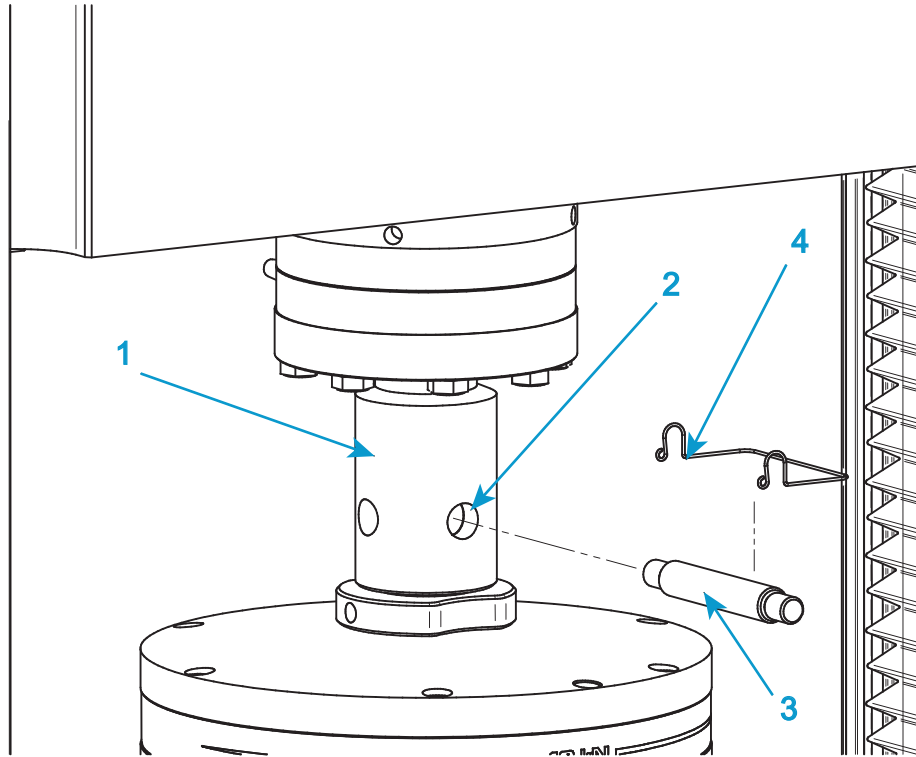

Figura 30. Instalación de mordaza típica
Consulte la Figura 30 en la página 117 cuando siga este procedimiento.
1. Para la mordaza superior, inserte el adaptador de la mordaza en el casquillo de abrazadera hembra (1 en Figura 30) del adaptador de la célula de carga.
2. Alinee los orificios de la abrazadera (2 en Figura 30) e inserte el pasador (3 en Figura 30) a través de los orificios.
3. Sujete el pasador de la abrazadera en su sitio mediante la presilla del pasador de abrazadera (4 en Figura 30).